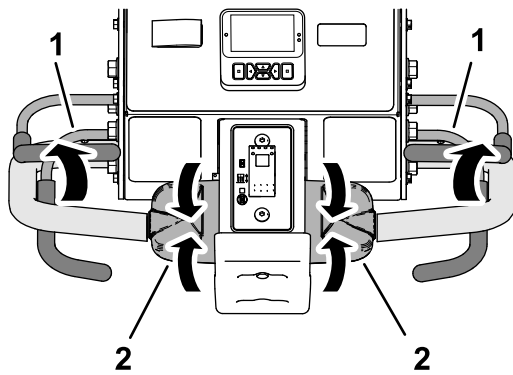

Figura 91
1. Rilasciate il comando di trazione e lasciatelo tornare in FOLLE, quindi rilasciate la barra di presenza dell'operatore (Figura 91).